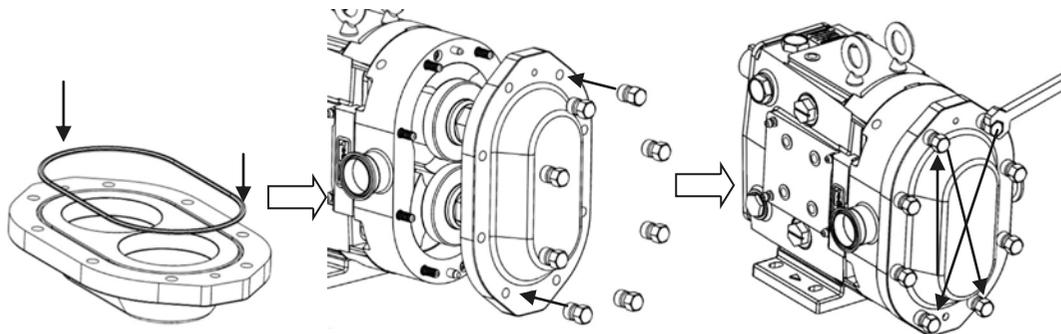

Figura 53: Ensamble de cubierta
3) Instale el nuevo o-ring de la cubierta y deslícela sobre los espárragos con los pernos dowel alineados con los barrenos de la cubierta (figura 53). Verifique visualmente que el o-ring de la cubierta se mantuvo en su lugar. Aprieta las tuercas de la cubierta con la mano y termine de asegurarlas con la llave apropiada. Haga esto en puntos propuestos para que la cubierta esté igualmente apretada en todas sus partes como en la figura 53.